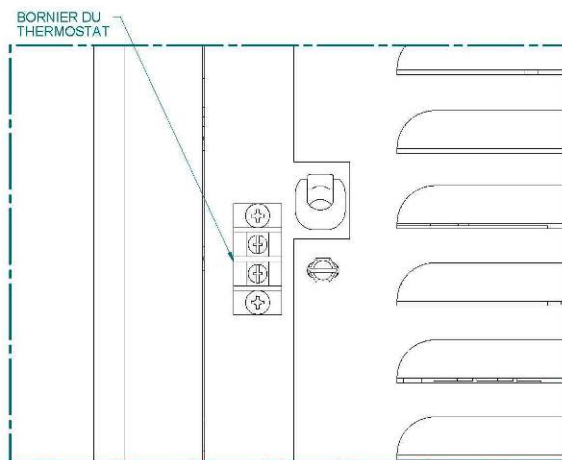

FIGURE 22
- Branchez les deux fils du thermostat aux bornes situées sur le dos du poêle, du côté droit. Pour ce faire, il suffit de dévisser légèrement les deux vis et d'insérer les deux fils sur chaque borne. Serrez les deux vis (voir Figure 22).